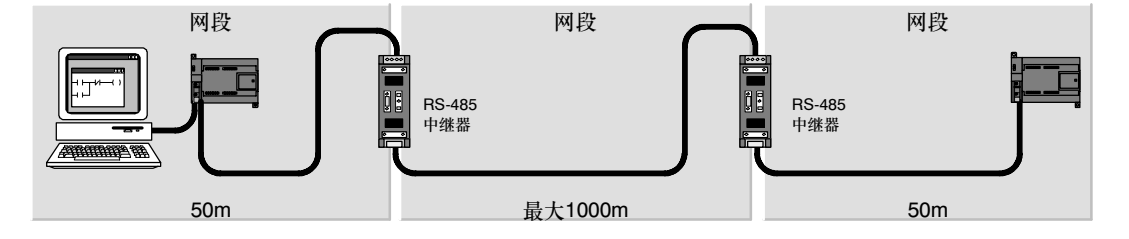

图7-21 带中继器的网络举例
- ❑ **增加网络的长度:** 在网络中使用一个中继器可以使网络的通讯距离扩展 50米。如图 7-21所示, 如果在已连接的两个中继器之间没有其它节点, 那么网络的长度将能达到波特率允许的最大值。在一个串联网络中, 您最多可以使用 9个中继器, 但是网络的总长度不能超过 9600米。